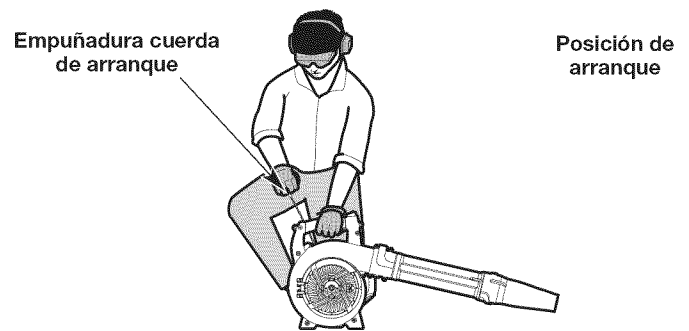

Fig. 8
**ADVERTENCIA:** Se debe evitar arrancar accidentalmente la unidad. A fin de evitar que se produzcan lesiones graves, el operador y la unidad deben estar en una posición estable cuando se jala la cuerda de arranque (Fig. 8).
6. **NO** apriete el control del acelerador. Agacharse en la posición de arranque (Fig. 8).
7. **NO** apriete el control del acelerador. Tire de la cuerda de arranque con un movimiento firme y controlado **5 veces** (Fig. 8).